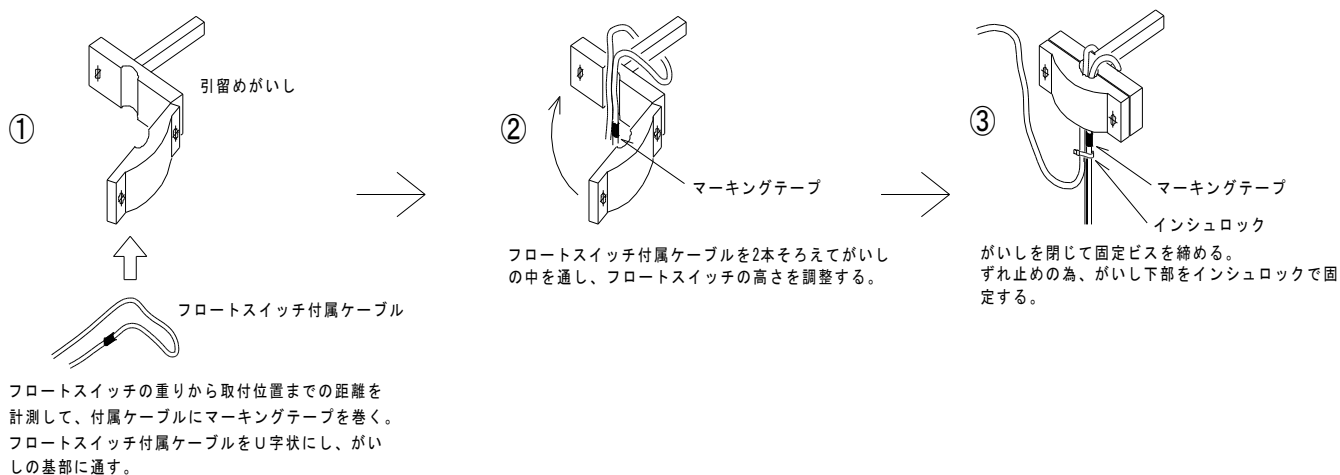

図 15 ケーブルの固定手順(フロートスイッチ用)
- ※図 15 の「マーキングテープ」の位置については現場ごとの設計図をご参照ください。